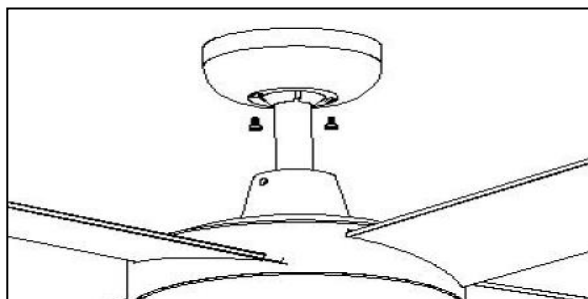

Fig. 11
- Cubra el soporte de montaje con el florón. Asegúrese de que todo el cableado eléctrico quede insertado dentro del florón y de que los cables no se dañen durante este paso. Fije el florón al soporte de techo utilizando los tornillos suministrados. (Fig. 11)